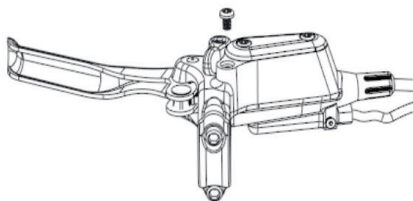
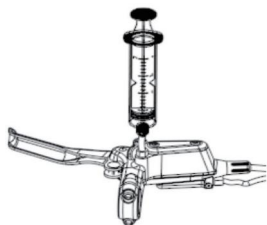

Figura 5-1 Rimuovere la vite di riempimento dell'olio sul freno a disco
Figura 5-2 Inserire l'accessorio di riempimento dell'olio nel corpo della bilancia del freno a disco
- ① Per prima cosa, allineare il serbatoio dell'olio del disco parallelo al terreno, quindi utilizzare una chiave Torx T15 per rimuovere le viti di tenuta del serbatoio dell'olio e avvitare il nipplo dell'olio M6 (come mostrato nella Figura 5-1).
- ② Inserire il tubo trasparente nell'estremità superiore dell'ugello di ingresso dell'olio M6 e collegare l'altra estremità del tubo al tubo di plastica.
- ③ Utilizzare il tubo trasparente collegato alla siringa di ingresso dell'olio per assorbire una quantità appropriata di olio motore dal serbatoio dell'olio. Fare attenzione a non avere bolle nel tubo, quindi inserirlo nell'ugello di ingresso dell'olio del corpo della bilancia superiore (come mostrato nella Figura 5-2).